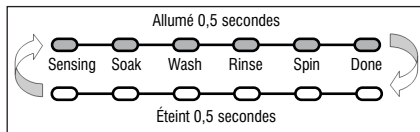

Figure 2 - Les témoins DEL clignotent d'allumé à éteint
- Tourner le bouton sélecteur de programme jusqu'à ce que les témoins DEL clignotent d'allumé à éteint ou "ZL" est affiché sur le segment de 7. (Voir figure 2, page 22).